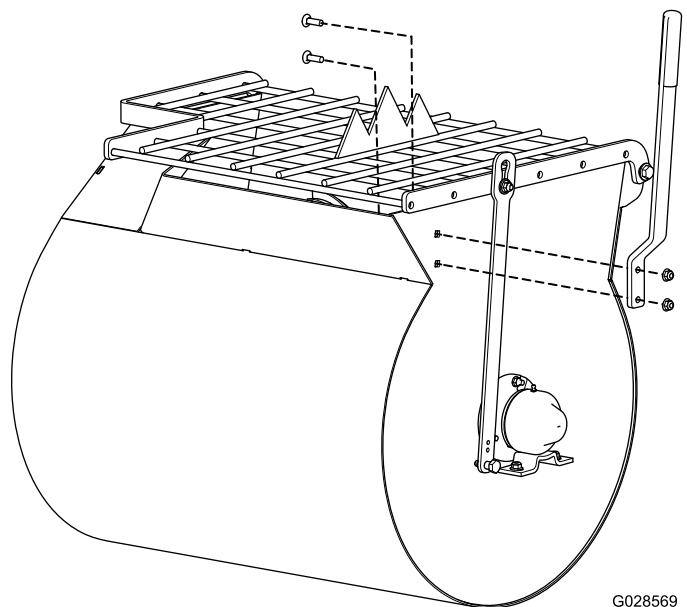

Figura 3
2. Posicione la palanca de volteo de modo que los taladros estén alineados con los taladros del tambor (Figura 3).
3. Inserte un perno de cabeza redonda en el orificio de perno cuadrado y deslice el orificio correspondiente de la palanca de volteo sobre él (Figura 3).